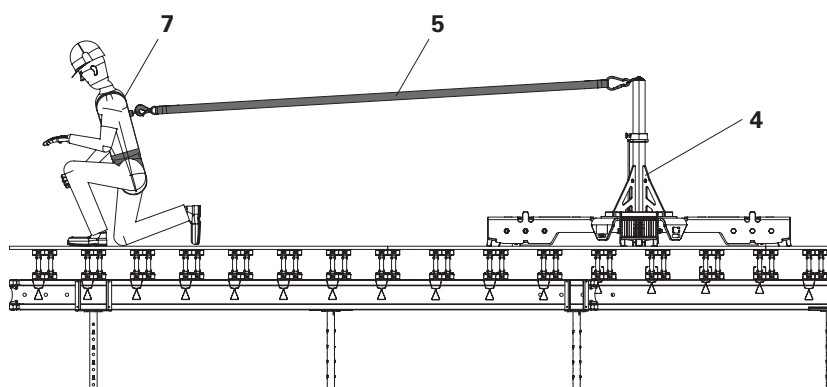

Abb. A2.01
Das System besteht aus SKYANKER UNIVERSAL (4) als mobile Anschlag-einrichtung, einem Verbindungsmittel (5) und einem Auffanggurt (7). Ein Absturz wird verhindert, weil die Länge des Verbindungsmittels kürzer als der Abstand vom Anschlagpunkt zur Absturzkante ist. (Abb. A2.01)